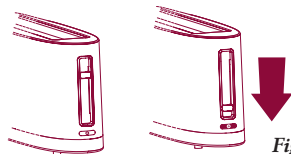

Fig. 5
- 3 Bajar la palanca "lift mechanism" para encender el aparato; se enciende el botón CANCEL (fig. 5). En caso de que la palanca no permanezca abajo, controlar que el enchufe esté conectado a la toma de corriente.